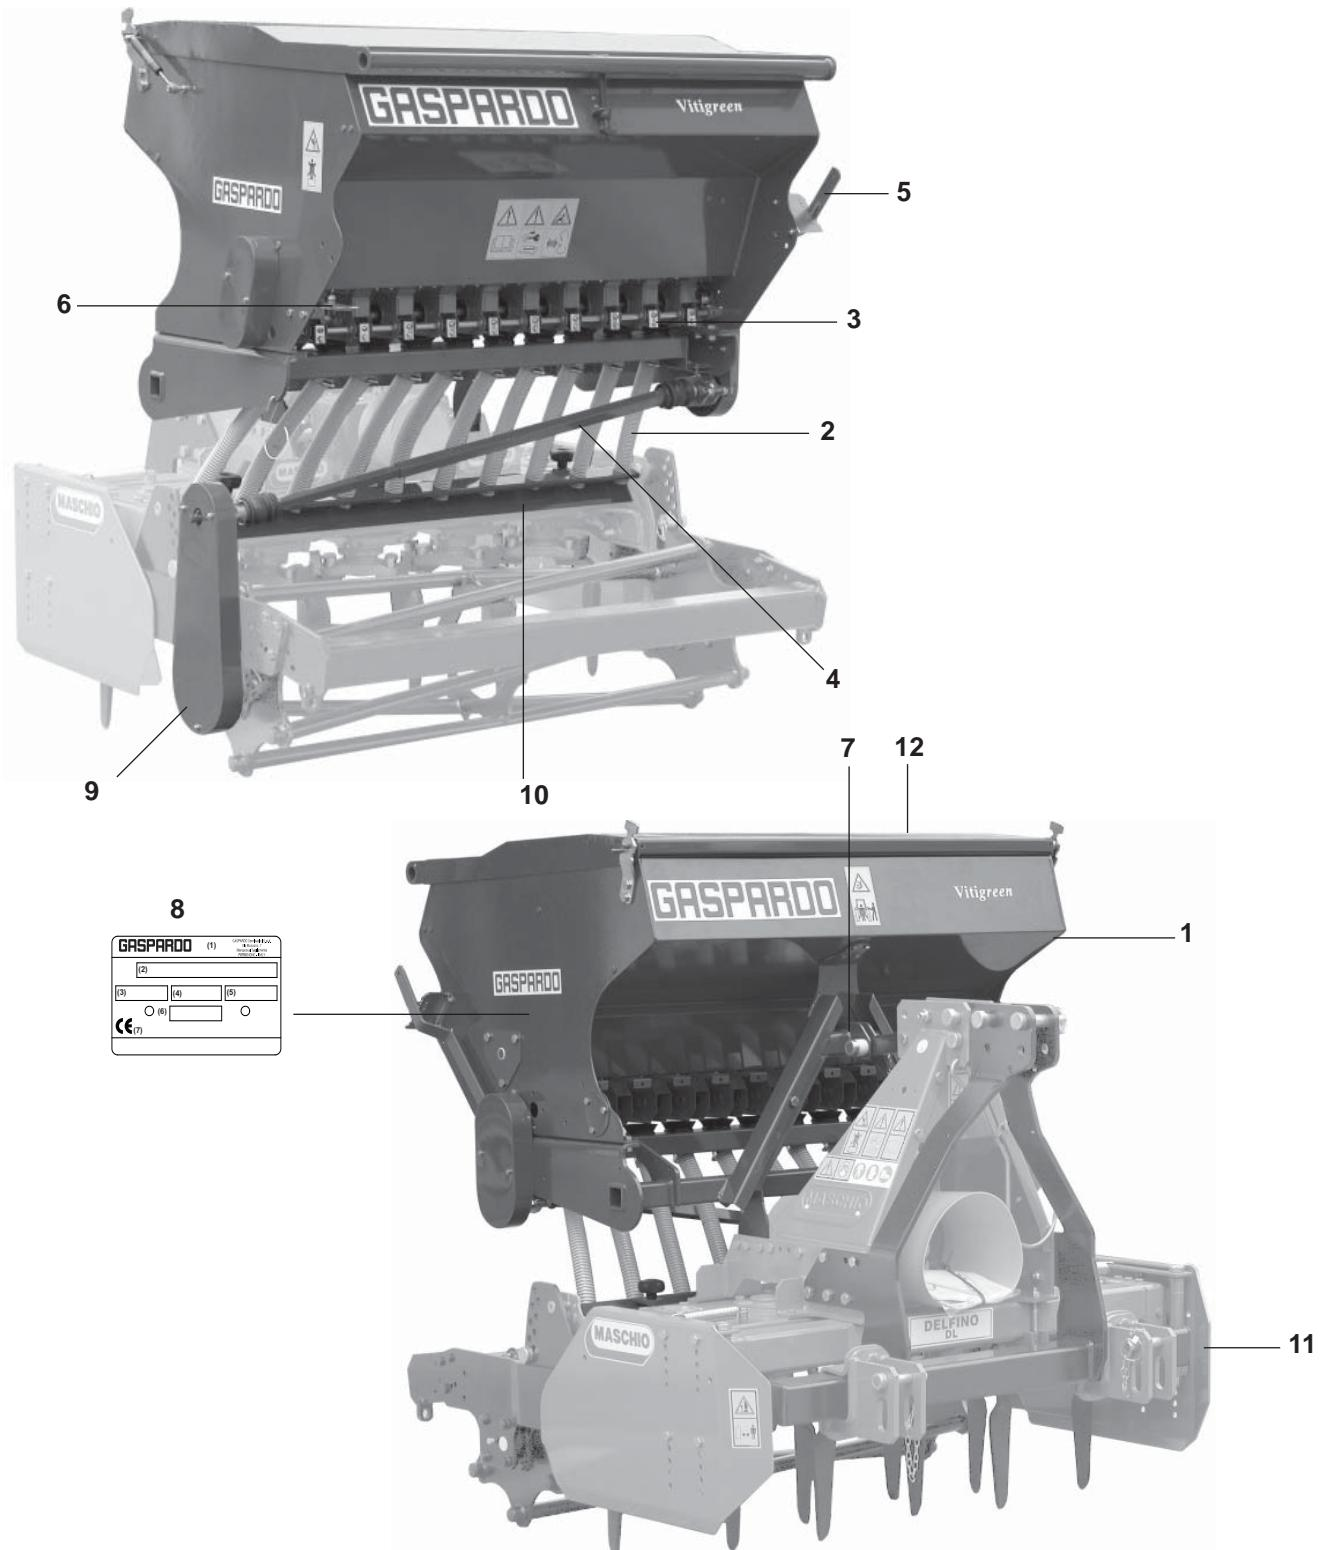

fig. 3
Das Maschinengewicht kann dem Identifizierungsschild (8 Abb. 3) entnommen werden. Zum Ausrichten der Maschine das Seil spannen. Die Seillänge muß zur Ausbalancierung der Ladung angepasst werden. Die Anschlusspunkte sind durch das graphische «Haken»-Zeichen gekennzeichnet (7 Abb. 4).
1.7 ZUSAMMENFASEND (Fig. 3)